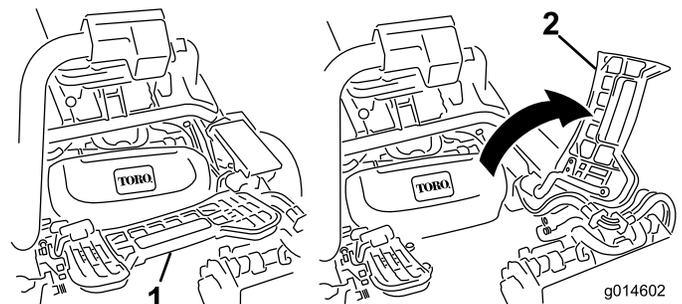

Рисунок 32
2. Поднимите и откиньте подножку, открывая доступ к центральному режущему блоку (Рисунок 32).